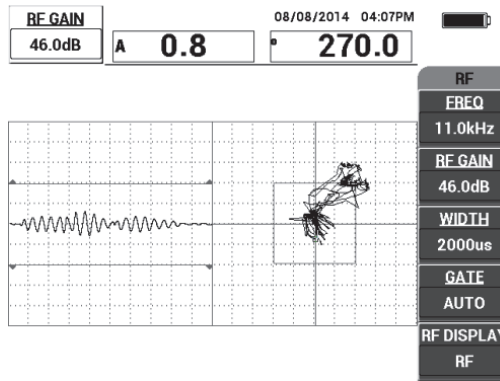

Figura 6-3 Ajuste de ganho para obter o sinal contido
2. Coloque a ponta da sonda sobre uma boa área do padrão, ajuste o ganho usando a tecla **GAIN (dB)** e, em seguida, certifique-se que o sinal na visualização RF (esquerda) está entre as divisões verticais 1 e 2 (veja Figura 6-3 na página 133).